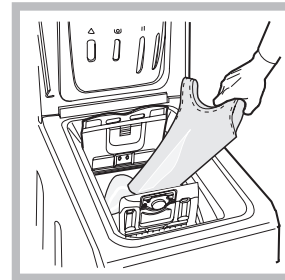

Abb. 3
C) Einfüllen der Wäsche (Abb. 3).